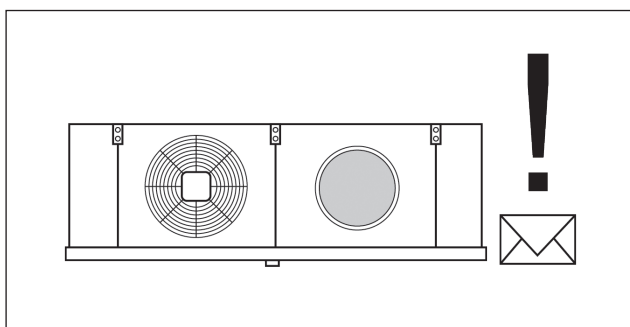

Рис. 8.4
3. Проверьте воздухоохладитель на отсутствие повреждений и комплектность. При обнаружении каких-либо повреждений или некомплектности немедленно известите об этом в письменной форме поставщика (Рис.8.4).